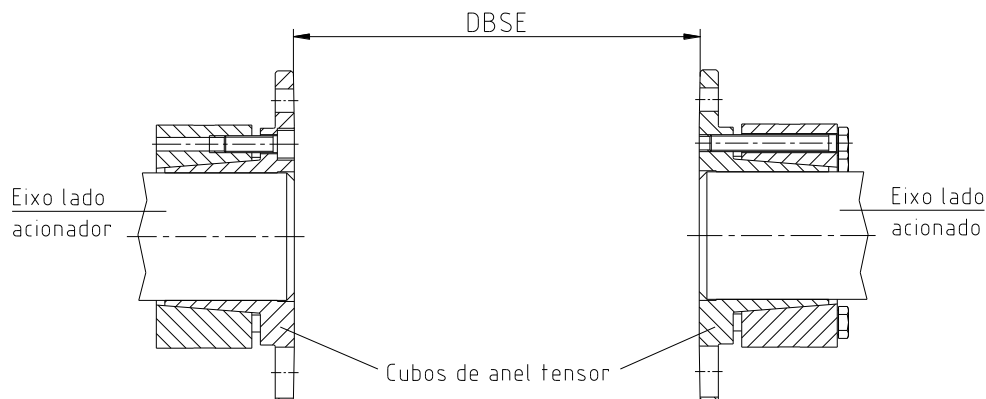

Figura 18: Montagem do anel de fixação no cubo
- Monte os cubos com anel de aperto sobre o veio, nos lados de entrada e saída (ver figura 18).
- A face do eixo não deve ultrapassar a face interna do cubo com bucha cônica (ver figura 18).